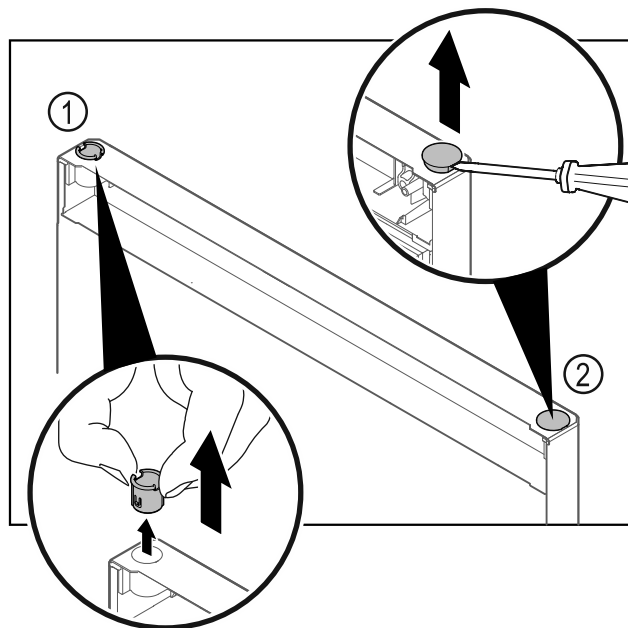

Fig. 28
- ▶ Τραβήξτε έξω την υποδοχή μεντεσέ Fig. 28 (1) με το δάχτυλα.
- ▶ Ανασηκώστε προσεκτικά την τάπα Fig. 28 (2) με ένα ίσιο κατασαβίδι και τραβήξτε την έξω.